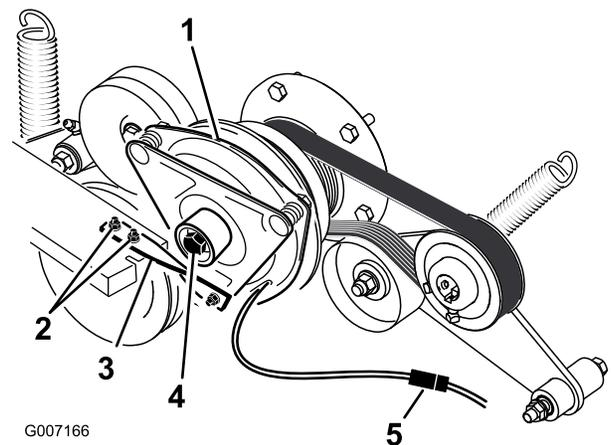

Figura 62
5. Scollegate la connessione elettrica della frizione (Figura 62).
6. Rimuovete i due bulloni che fissano la cinghia di gomma della frizione al telaio del tosaerba (Figura 62).
7. Rimuovete il bullone centrale che fissa la frizione all'albero motore e rimuovete la frizione e la chiave (Figura 62).
14. Tenendo l'albero a gomiti sulla parte posteriore della macchina, installate il bullone centrale e serratelo a 68 Nm (Figura 62).
15. Fissate la cinghia di gomma della frizione al telaio del tosaerba con i due bulloni e dadi precedentemente rimossi (Figura 62).
17. Collegate la connessione elettrica della frizione (Figura 62).